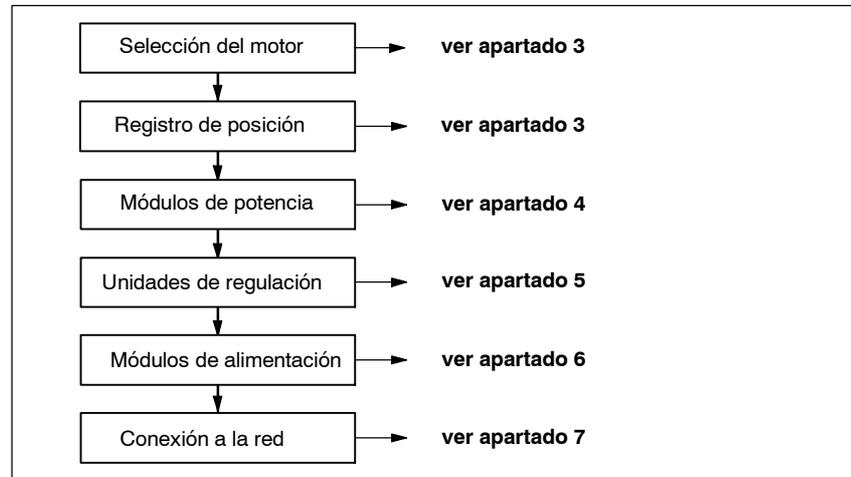

Fig. 1-4 Selección de los componentes
- Fase 1 Selección de los componentes (ver fig. 1-4)